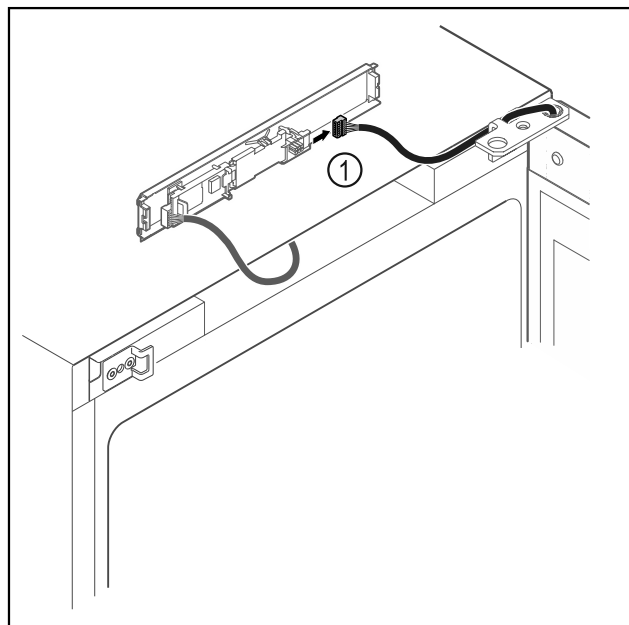

Fig. 10
▶ Отсоедините штекер Fig. 10 (1) от панели.